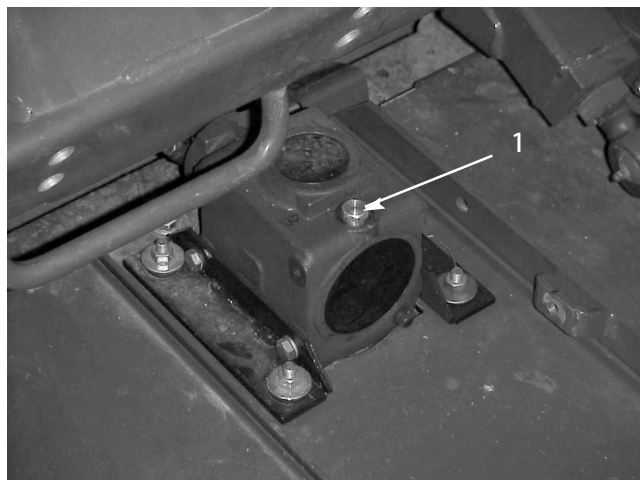

図 5
2. ギア・ボックスの上部についているディップスティック兼給油プラグ (図5) を取り、オイルの量が、ディップスティックについている2本のマークの間にあることを確認する。油量が少なければ2本のマークの中間まで補給する。